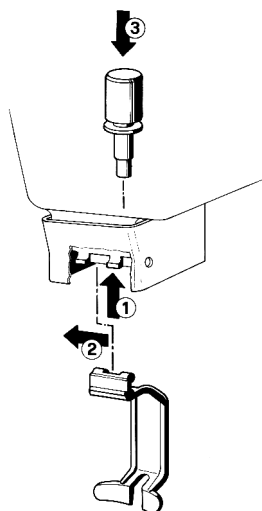

figura 12
- 2 - Montare (1-2) la leva di comando rubinetto e quindi infilare (3) il pistone dotato della propria guarnizione (vedere figura 12).